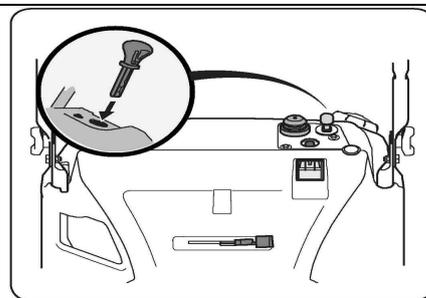

Рис. 10
2. Установите ключ зажигания в прорез. Убедитесь в том, что он туда плотно зашел. Не пытайтесь повернуть ключ. См. Рис. 10.